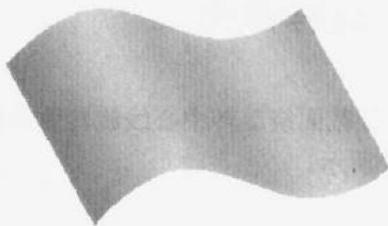

图 1-9
(7) 单击预览按钮, 模型如图 1-9 所示, 单击“√”按钮, 完成曲面拉伸特征。